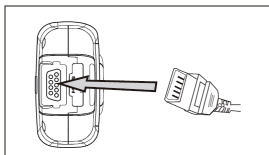

Fig.4.1
2. Inserire la sonda di SpO2 nella presa (vedere Fig.4.1). Se la sonda di SpO2 è scollegata dall'unità, nella barra di stato in alto a sinistra della schermata viene visualizzato l'avviso "Sonda spenta" [Probe Off].